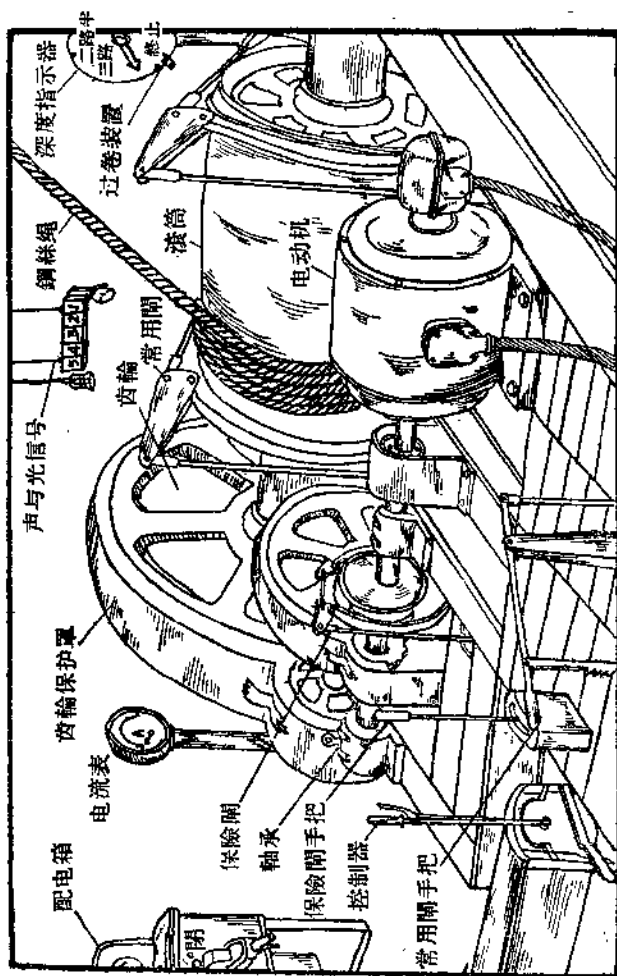

图 1 单滚筒绞车的主要设备布置图
19. 絞車司机是絞車室內所有設備的操作人，如果不熟悉絞車室內各种設備的性能和絞車道的詳細情况，就不能正确地操作提升和运输設備(图1)。